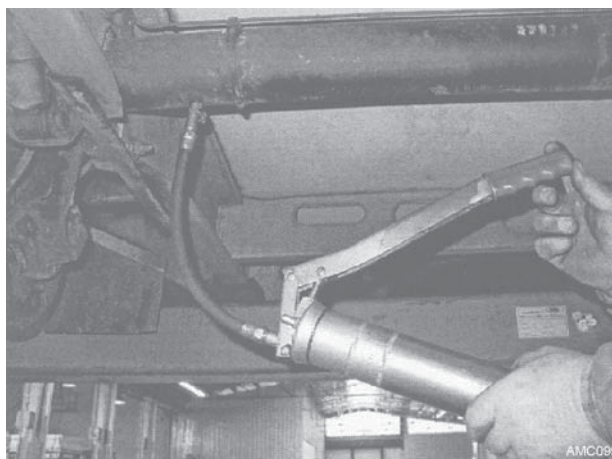

Bild 14
3. Fett mit ca. 5 - 7 Hüben je Schmiernippel aus Handhebelfettpresse einbringen (Bild 14). Bei spürbar erhöhtem Widerstand ist eine ausreichende Fettmenge eingebracht.